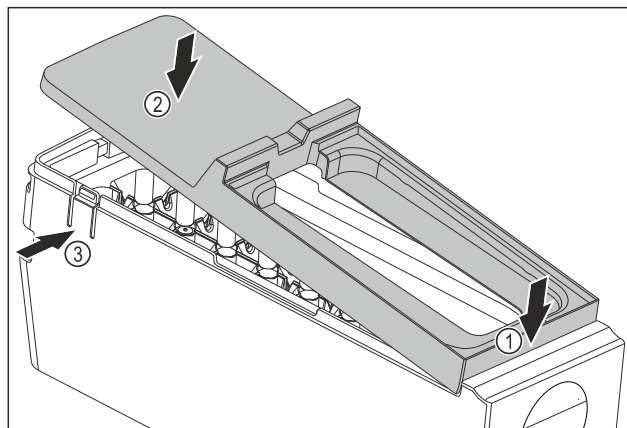

Fig. 144
- Montare la copertura del corpo dell'EasyTwist-Ice: Applicare la copertura sul davanti. Fig. 144 (1)
- Abbassare la copertura sul retro. Fig. 144 (2)
- La copertura si innesta in entrambe le linguette Fig. 144 (3) in modo udibile.